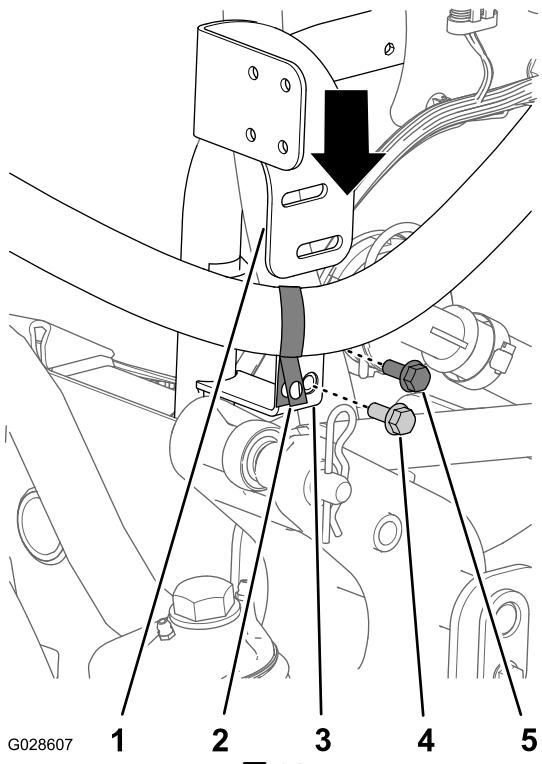

図 21
ランプを固定しているボルトを外す 図 21。
2. エダクタバルブ用ブラケットを、R クランプとホースと取り付けチューブ用ブラケットの間に入れて整列させる 図 21。
3. エダクタバルブ用ブラケットについている穴を、取り付けチューブ用ブラケットの穴にあわせる 図 21。
4. 各ブラケットの下側の穴のところで、エダクタバルブ用ブラケットを取り付けチューブ用ブラケットの穴に組み付ける 図 21 フランジヘッドボルト 5/16 x 3/4 インチを使用する。
5. 各ブラケットの上側の穴のところで、R クランプとエダクタバルブ用ブラケットを取り付けチューブ用ブラケットに組み付ける 1 図 21 除外したボルトを使用する。